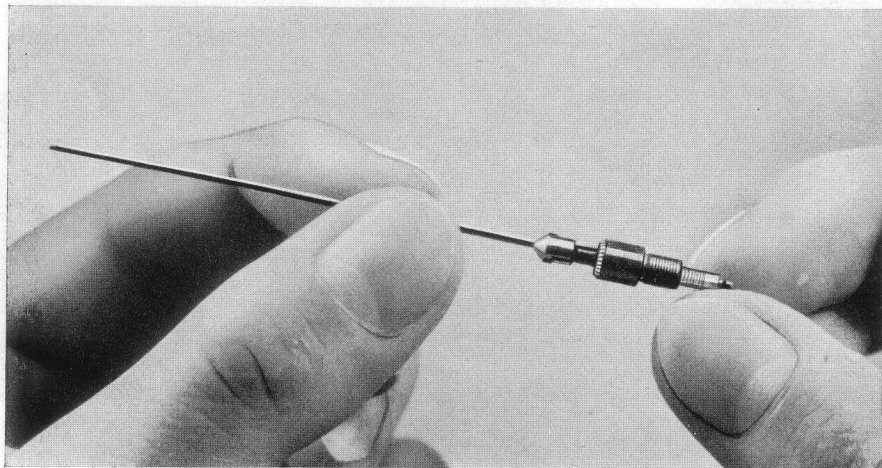

Bild 8
Durch vorsichtiges Schrauben am Sockel (10) der Kapillare (Bild 8) wird die Membran unter Sichtkontrolle gespannt, so daß sie sich unter dem Druck der Katode leicht vorwölbt.